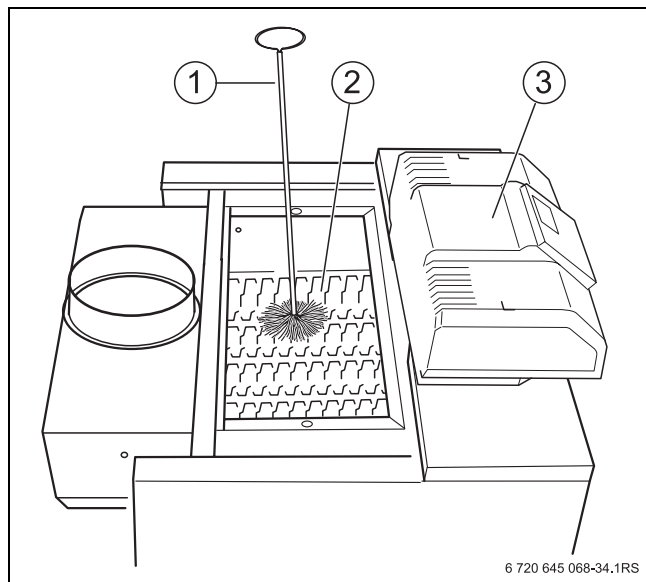

Рис. 42 Чистка газоотводящих каналов
- ▶ Снимите крышку люка для чистки с коллектора дымовых газов (→ рис. 42 [2], стр. 48).